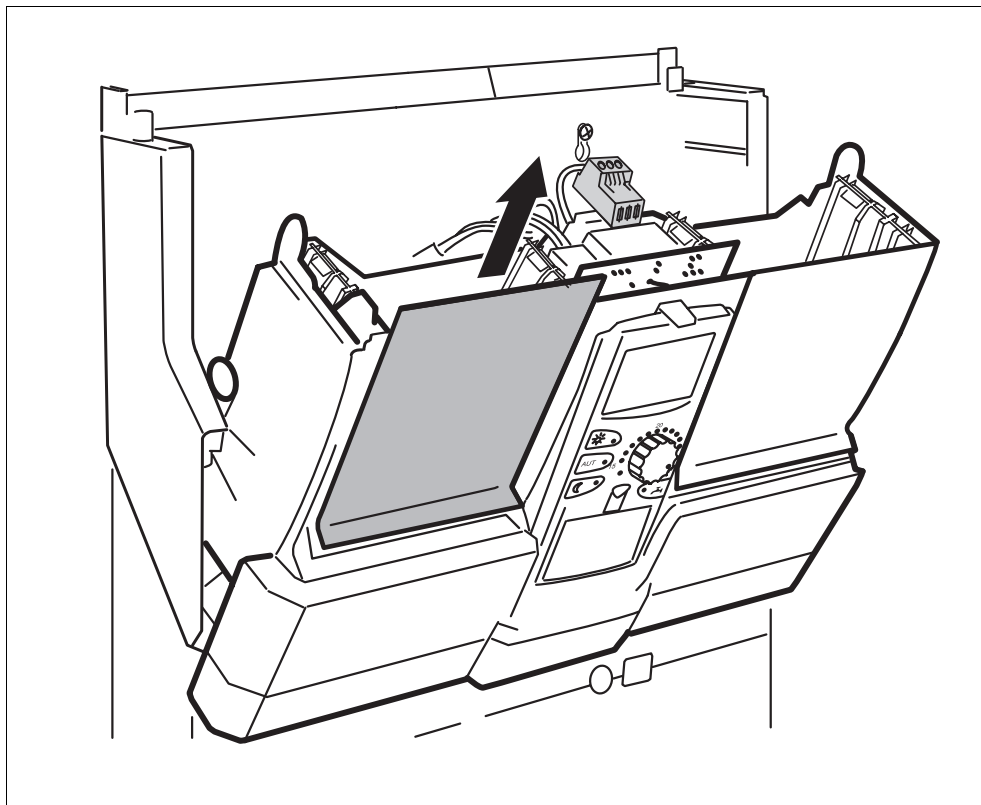

Рис. 5 Демонтаж заглушки
- Удалите заглушку с разъема 1 (рис. 5) в системе управления.